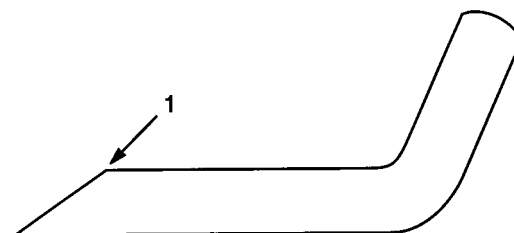

Fig. 19
3. Controllare il tagliente di tutte le lame ed affilarlo se è smussato o scheggiato. Affilare soltanto la parte superiore del tagliente, e mantenere l'angolo di taglio originale per garantire l'affilatezza (Fig. 19). La lama rimane equilibrata se viene tolto lo stesso quantitativo di metallo da entrambi i taglienti.